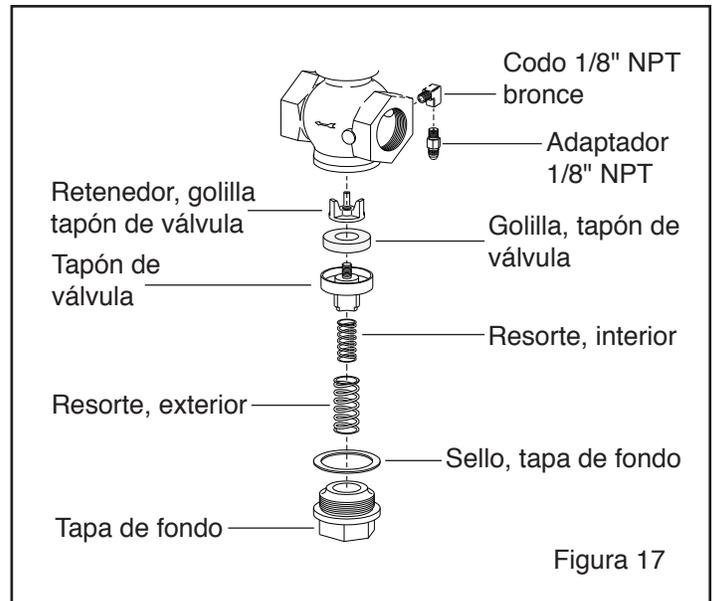

Figura 17
6.3.1 Sección Inferior - Figura 17
6.3.1. Si la sección superior de la válvula requiere servicio, proceda a la Sección 6.3.2; o de otra manera, refiérase a la ilustración en la Figura 17 para ensamblar la válvula nuevamente en orden inverso.